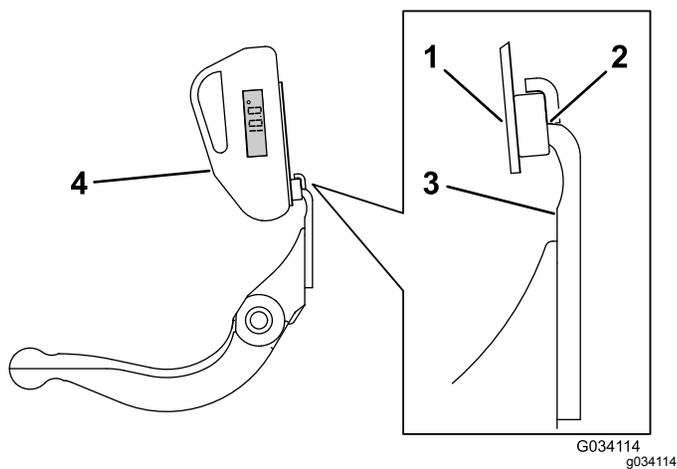

図 22
3. 傾斜計マウントのマグネットのエッジがベッドナイフのエッジに密着するように、ベッドナイフのエッジに傾斜計マウントをセットする 図 22。
4. 図 22 に示すようにマウントに傾斜計を取り付ける。